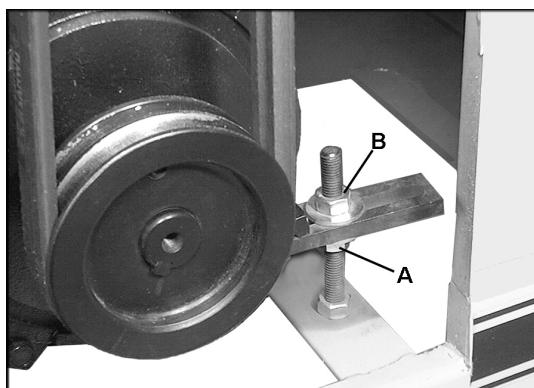

Рис. 11
3. Если натяжение ремня необходимо увеличить, ослабьте нижнюю шестигранную гайку (Рис. 11, А) на основании двигателя с помощью 19 мм гаечного ключа.
4. Поворачивайте верхнюю шестигранную гайку (B, Рис. 11) по часовой стрелке до тех пор, пока не будет достигнуто нужное натяжение ремня.
5. Снова затяните нижнюю шестигранную гайку (A, Рис. 11).